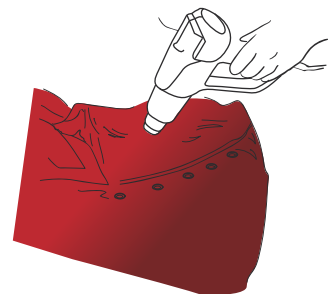

Abbildung 10
- › Erhitzen Sie dann erneut jede Niete auf 80 °C bis 90 °C. (Abb. 10)